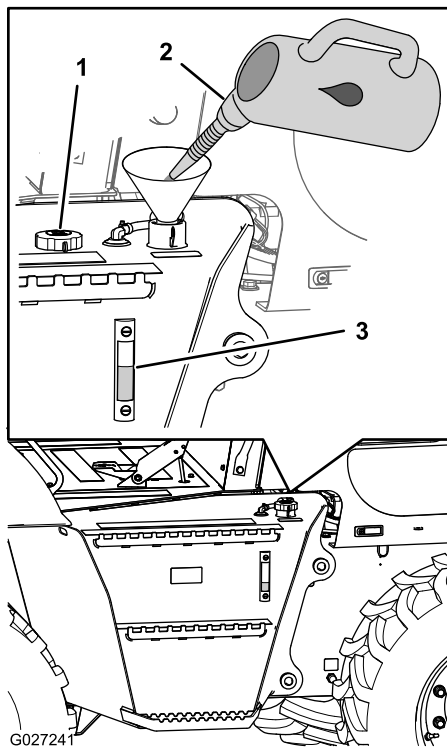

Bild 26
4. Wenn der Hydraulikölstand im Schauglas nicht sichtbar ist, nehmen Sie den Fülldeckel (Bild 26) ab, füllen Sie genug Hydrauliköl ein, um den Füllstand bis in die Mitte des Schauglases anzuheben und setzen Sie den Deckel auf.